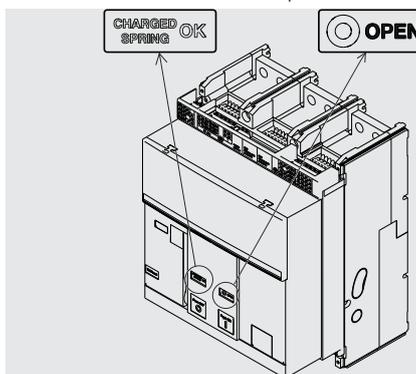

Figura 44
3. Controllare che l'interruttore sia aperto (segnalatore aperto/chiuso "O - OPEN"), e controllare che le molle siano cariche (segnalatore molle "giallo - CHARGED SPRING") come indicato in Figura 44.